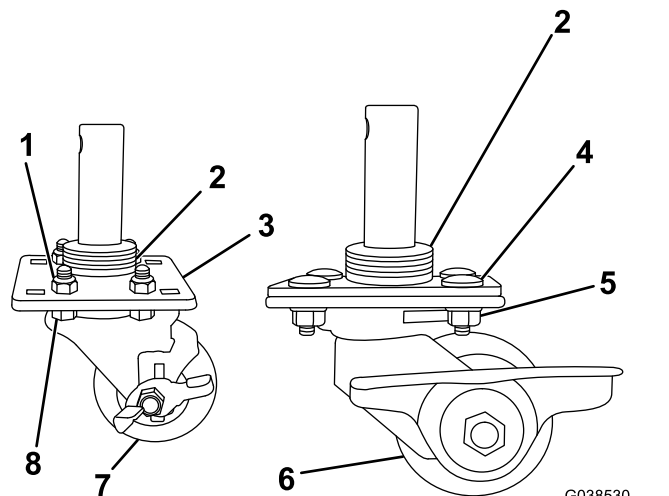

Figure 4
1. Montez les roulettes comme montré à la Figure 4.